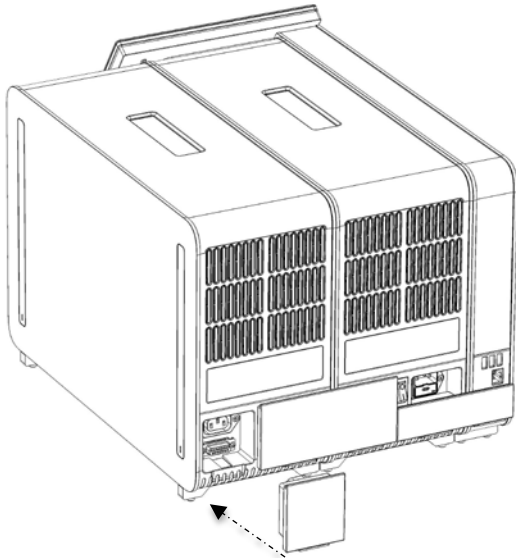

Figura 19. Conectarea punții de conexiuni.
7. Conectați puntea de conexiuni din partea din spate a modului analitic (Figura 19).